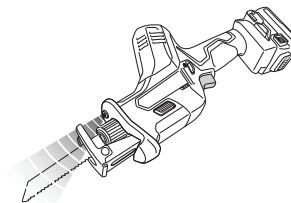

Fig. 14
**SEÑALES DE AVISO DE LUZ LED (Fig. 14)**